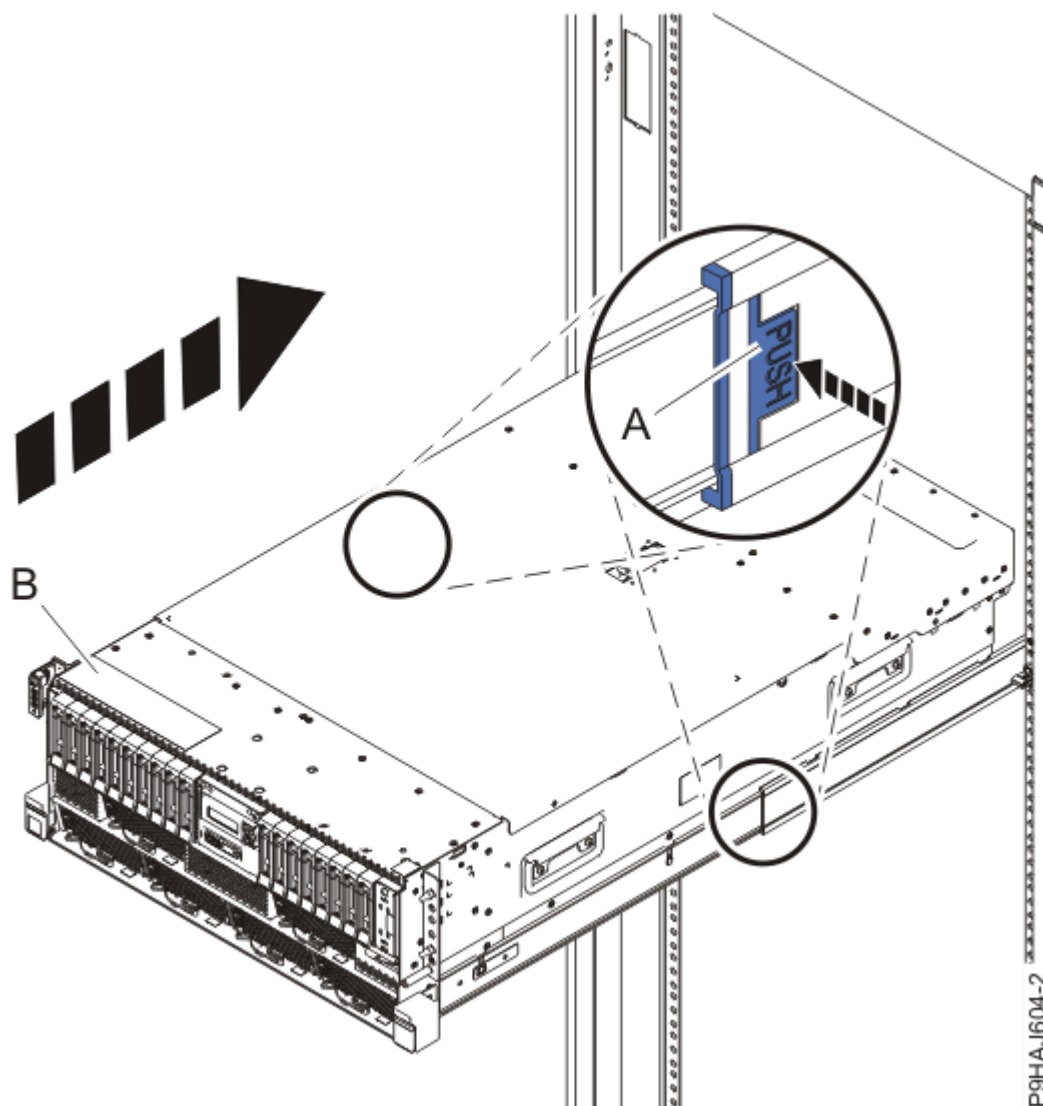

Figure 17. Mise en position de fonctionnement du système
3. Pour un système monté en armoire, déverrouillez les loquets de sécurité bleus **(A)** en les poussant vers l'intérieur, comme illustré dans la Figure 17, à la page 20.